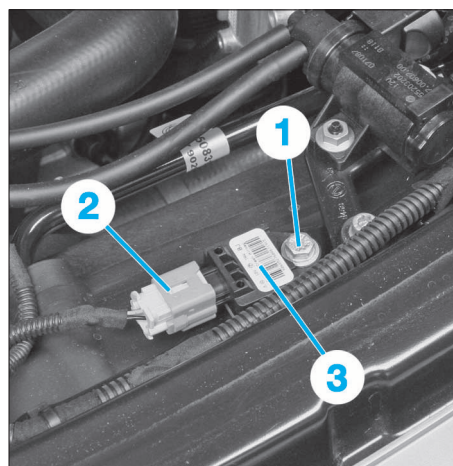

FIG. 26
- Déposer la vis de fixation (1) du capteur (Fig.26).